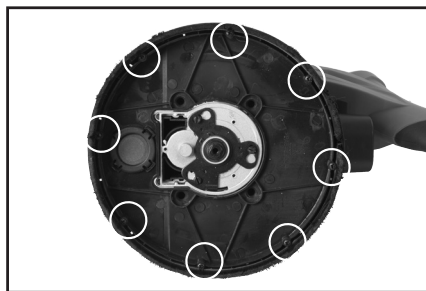

Fig. 20
- Utilisez un tournevis cruciforme et retirez les huit (8) vis autotaraudeuses (**Fig. 20**) qui maintiennent la couronne brosse à la tête de ponçage.